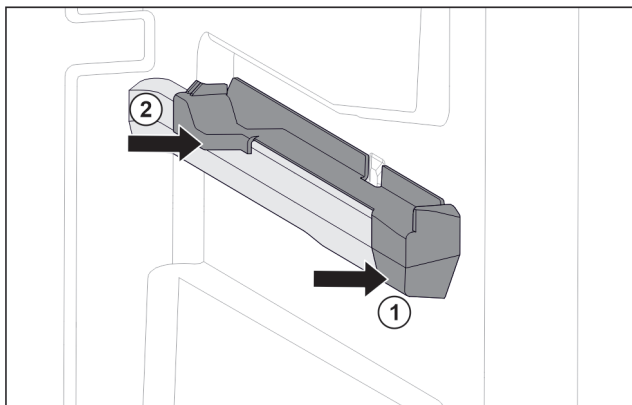

Fig. 109 Вставная часть на правом контейнерном ребре
- ▶ Наденьте вставную часть спереди на контейнерное ребро. Fig. 109 (1)
- ▶ Нажмите на вставную часть сзади. Fig. 109 (2)